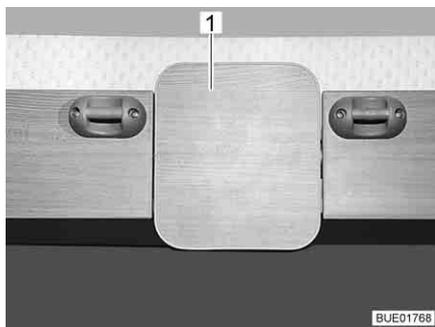
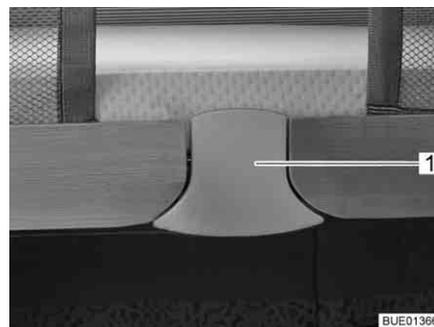

Fig. 86 Dispositivo de desbloqueo (Premio Plus)
Fig. 87 Dispositivo de desbloqueo (Averso Plus)
- Extraer la parte inferior de la superficie de desbloqueo (Fig. 86,1 ó Fig. 87,1). Se ha soltado el bloqueo.